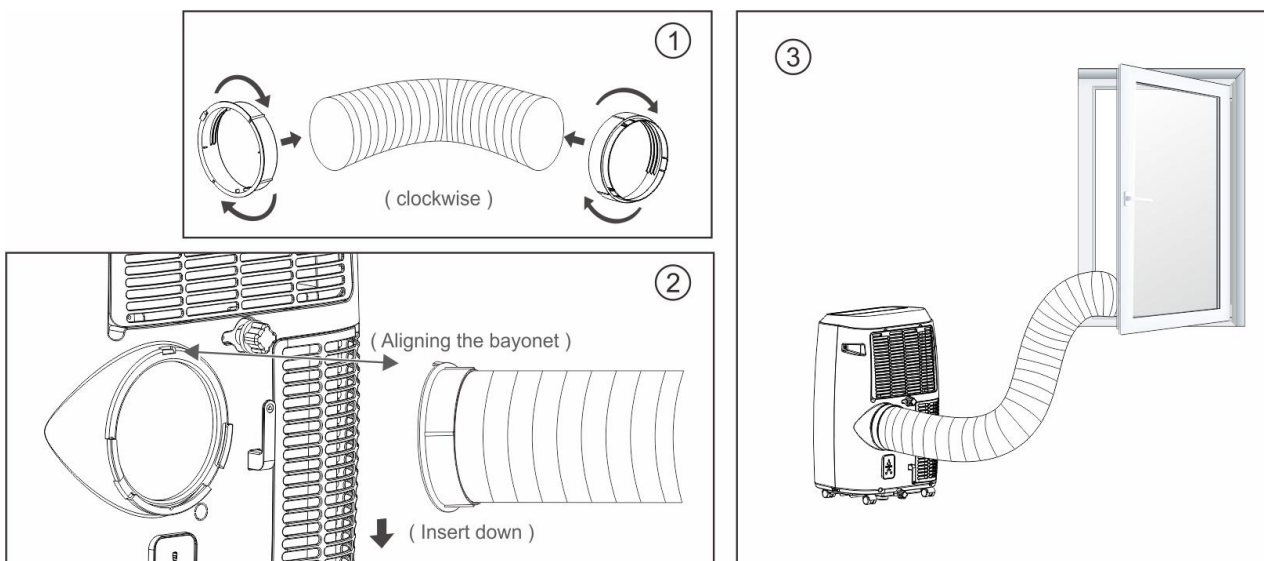

Fig.9
3. Legen Sie das andere Ende des Abluftschlauchs auf die nahe Fensterbank (siehe Fig. 9).